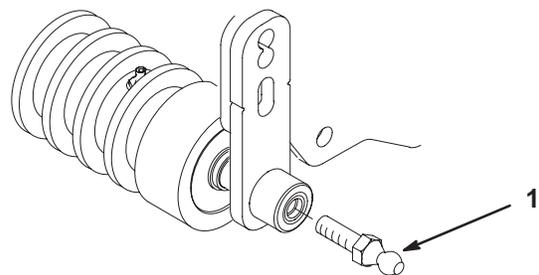

Bild 11
4. Drehen Sie einen Kugelbolzen in jedes Ende der Mähwerkvorderrolle (Bild 11).